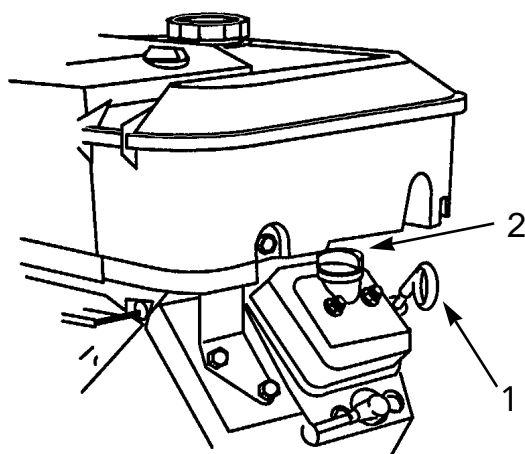

図 11
2. ディップスティック（図11）を抜きウェスで拭い、もう一度根元まで確実に差し込んで引き抜き、オイルの